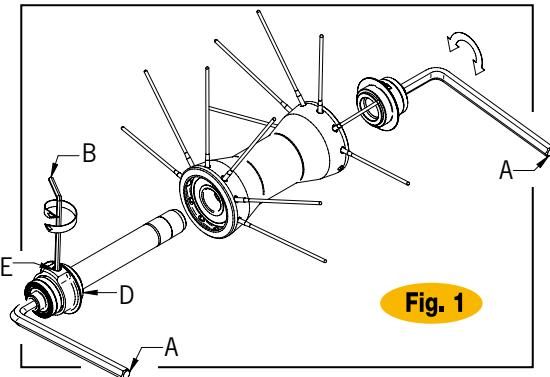

Fig. 1
• Introduzcan dos llaves Allen (A) en las tuercas de tope en los extremos de los bujes (Fig. 1) y gírelas en sentido antihorario.
• Aflojen el perno (E) con una llave Allen (B) (Fig. 1).